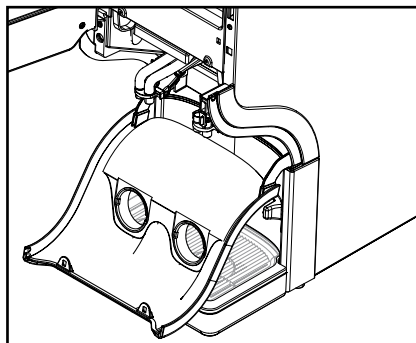

Рис. 26
- b. Откинуть вниз крышку, закрывающую выпуск для напитков. (Рис. 26)